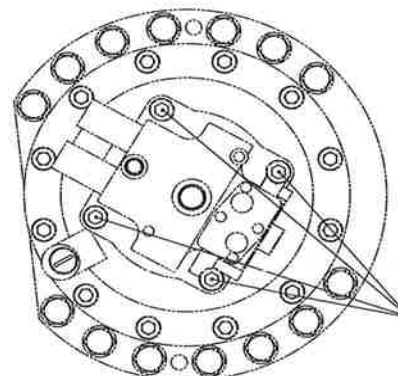

Fig. 8-14
5. Draai de vier montagebouten van de bovenplaat los met de 17 mm inbusleutel. Zie fig. 8-14.